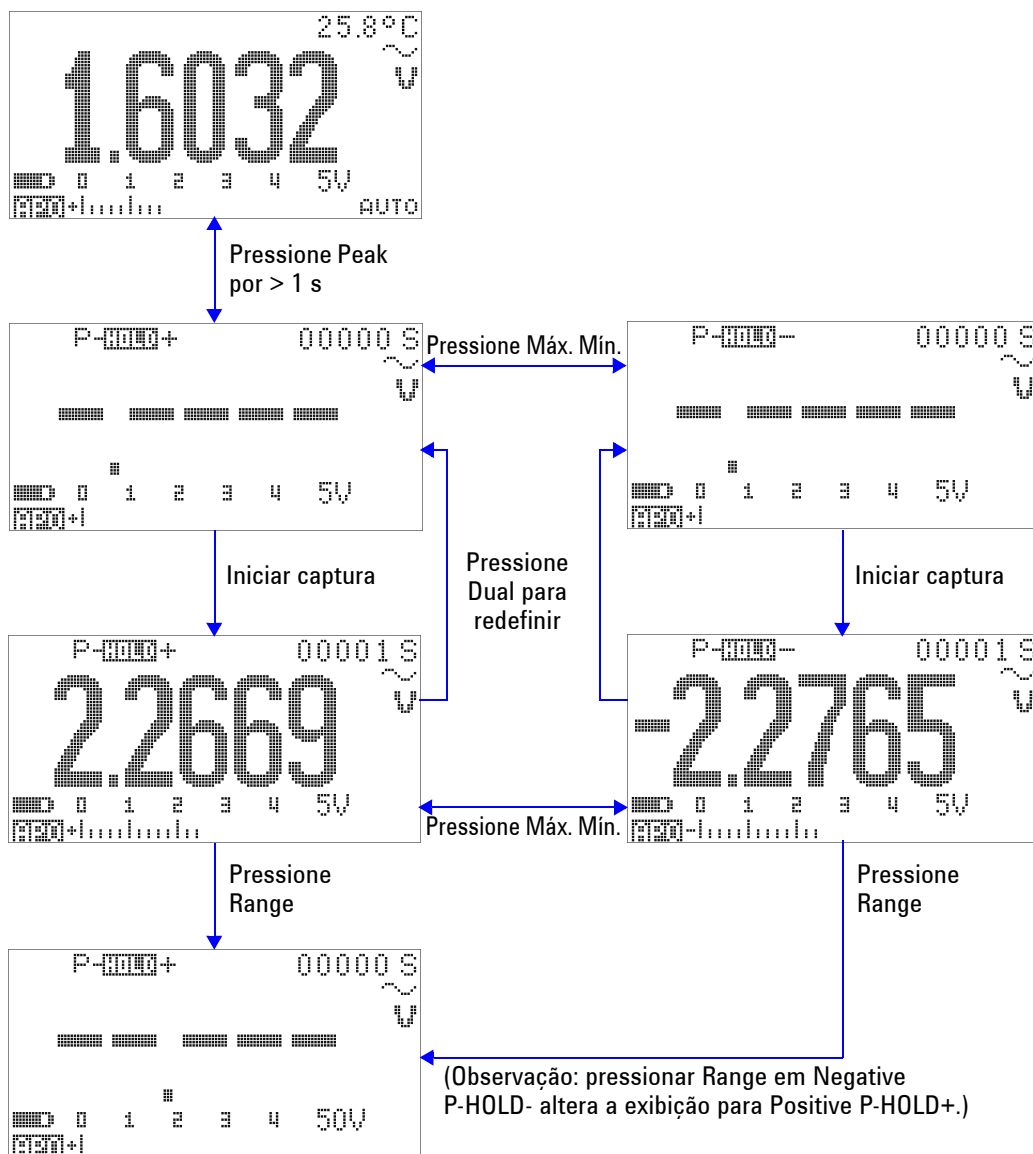

Figura 3-7 Operação do modo 1 ms Peak Hold
- 4 No exemplo de medição da Figura 3-7 na página 70, o fator de crista será de $2,2669/1,6032 = 1,414$.